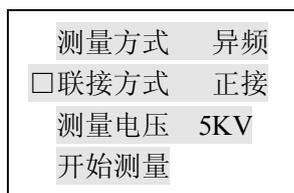

图 5 联接方式
② 按“ENT”键，光标进入“测量方式 工频”，按“▲”、“▼”键，则调整为“测量方式 异频”，按“ESC”键，光标移至首位，再按“▼”键，将光标移至下一排“联接方式”前，见图 5 所示。